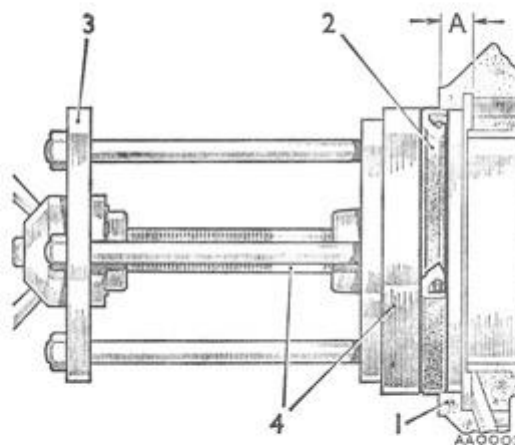

Fig. Aa.21
- 5) Tag et dybdemål af afstanden mellem husets forreste flade og den neddrejede flade (se fig.Aa.21); målet tages et passende sted på kanten af husets boring. Dette mål vil være cirka 9,5 mm ( $3/8''$ ), men er det større eller mindre, skal forskellen tages i betragtning og enten lægges til eller trækkes fra 9,5 mm ( $3/8''$ ). Eksempel: Hvis målet er 9,5 mm, monteres den nye olietætningsring, så den er plan med vædskekoblingshusets forreste flade. Er målet mindre end 9,5 mm, monteres tætningsringen, så den stikker lige så meget frem fra fladen som forskellen i målet.